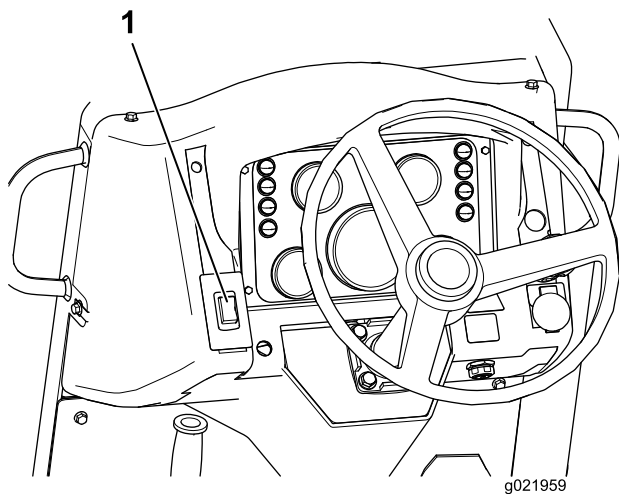

Figure 24
1. Poussez la commande du frein de stationnement (Figure 24) vers le haut pour serrer le frein.